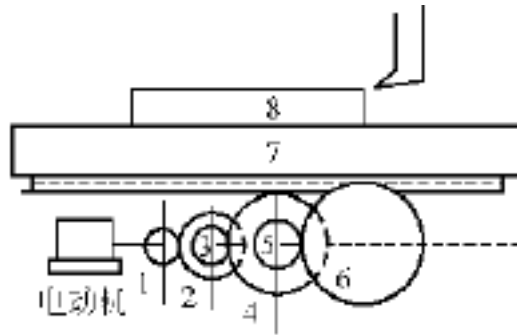

图 2.2
2.2 龙门刨床的主传动机构如图 2.2 所示，齿轮 1 与电动机轴直接相连，经过齿轮 2、3、4、5 依次传动到齿轮 6，再与工作台 7 的齿条啮合，各齿轮及运动物体的数据见表 2.3。